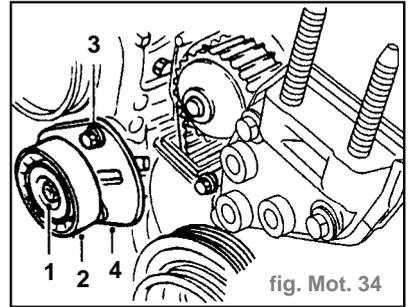

fig. Mot. 34
- Enlever l'écrou (1) et récupérer la rondelle maintenant la poulie du tendeur de courroie de pompe de direction assistée sur le tendeur (fig. Mot. 34).
- Déposer la poulie du tendeur de pompe de direction assistée (2).